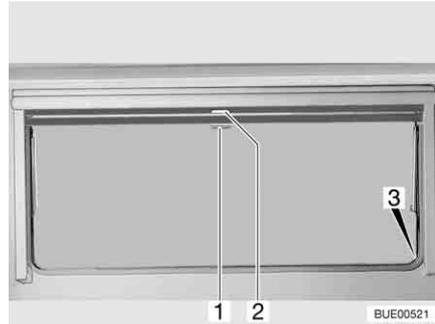

Fig. 51 Finestra apribile
- Tirare verso il basso l'oscurante a rullo accompagnandolo con la maniglia (Fig. 51,2). Quando si chiude completamente l'oscurante a rullo esso va agganciato da entrambi i lati al telaio della finestra nell'apposito elemento di fissaggio (Fig. 51,3).
- Quando l'oscurante a rullo è completamente chiuso: Spingere la maniglia (Fig. 51,2) verso il basso tirandola leggermente verso l'interno. Sganciare l'oscurante a rullo dagli elementi di fissaggio a destra e a sinistra del telaio della finestra.
- Quando l'oscurante a rullo si trova in posizione intermedia: Tirare la maniglia (Fig. 51,2) leggermente verso il basso finché l'elemento di fissaggio non si è sganciato.
- Tirare la maniglia (Fig. 51,1) della zanzariera a rullo verso il basso e agganciarla all'elemento di fissaggio (Fig. 51,3) su entrambi i lati del telaio della finestra.
- Spingere la maniglia (Fig. 51,1) verso il basso tirandola leggermente verso l'interno. Sganciare la zanzariera a rullo dagli elementi di fissaggio a destra e a sinistra del telaio della finestra.